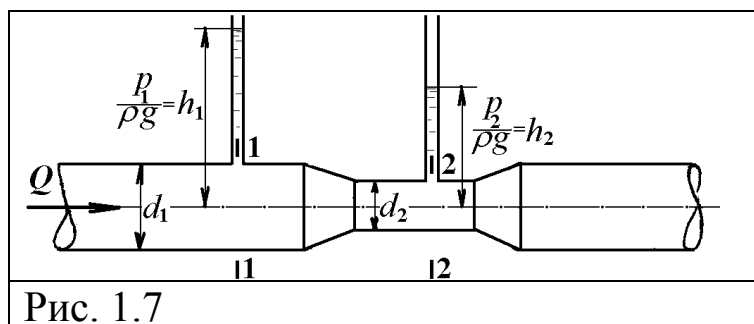

Рис. 1.7
7. Определить расход жидкости Q в горизонтальном трубопроводе диаметром $d_1 = 0,2$ м, имеющем сужение диаметром $d_2 = 0,12$ м (рис. 1.7). Разность показаний пьезометров $\Delta h = 250$ мм.